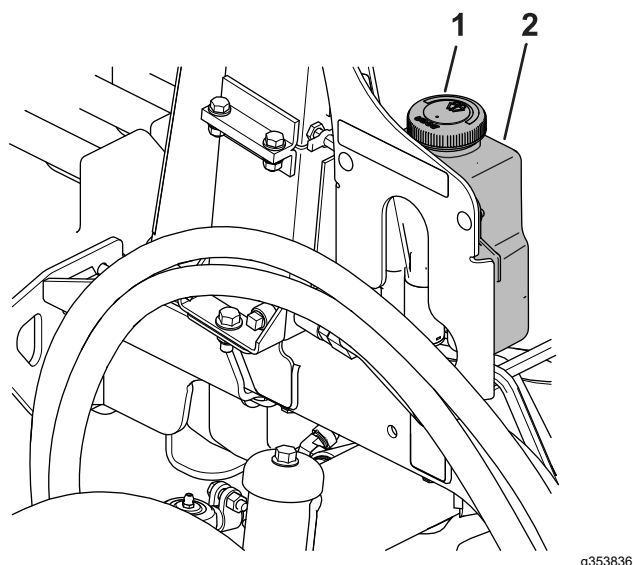

Figure 90
1. Enlevez le bouchon (**Figure 90**) du réservoir.